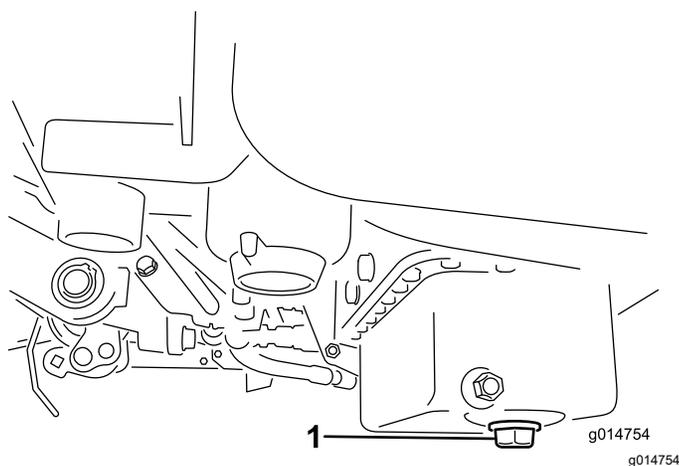

图 32
1. 拆下排油塞、让油流入放油盘。油不再流时、安装排油塞 图 32。